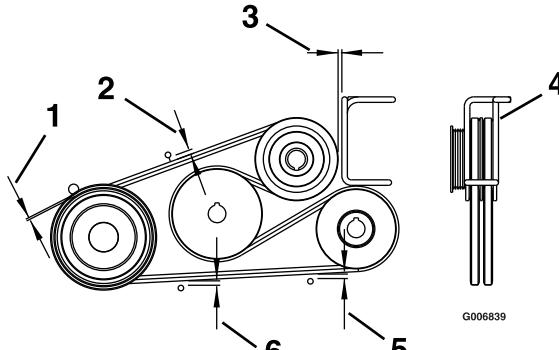

Figura 53
4. Ajuste las guías de las correas según lo indicado en Figura 53.